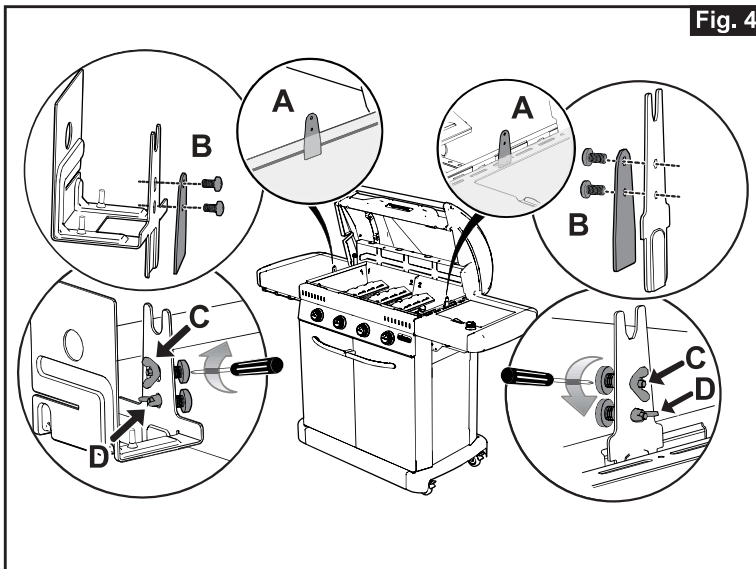

Fig. 5
Il existe deux méthodes pour fixer le support du moteur et le support de la poignée au barbecue selon le type de supports fixés le chassis de votre barbecue. Pour les crochets de fixation illustrés à la Fig. 4-A, suivez la méthode 1; pour ceux illustrés à la Fig. 5-A, suivez la méthode 2.
• Méthode 2 - Sans vis (Fig. 5-B & 5-C)
- Faites glisser le support du moteur et le crochet dans les supports de fixation. (Fig. 5-B)
- Si vous devez resserrer le crochet de fixation, insérez une vis dans les trous supérieurs du crochet de fixation et du support, puis placez un écrou sur la vis et serrez la vis dans le sens des aiguilles d'une montre jusqu'à ce qu'elle soit bien serrée. (Fig. 5-C)